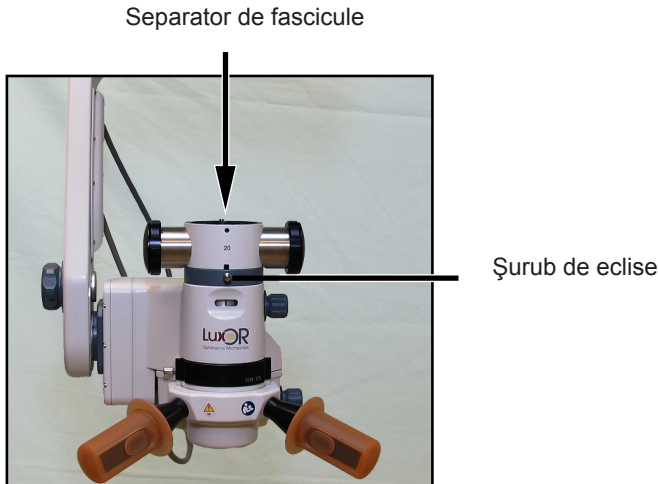

Figura 6-2 Instalarea Separatorului de Fascicule
2. Instalați separatorul de fascicule, 8065752314 (parte din fiecare sistem video) în partea de sus a microscopului. Strângeți șurubul de eclise de fixare bine, (Figura 6-2).